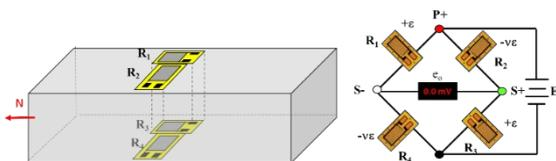

Figura 11.
- **Sforzo Normale.** Per misurare uno Sforzo Normale  $N$  (di Trazione e/o Compressione) viene usata la configurazione a ponte intero con due estensimetri longitudinali e due estensimetri trasversali (detti anche alla Poisson) così come rappresentato nella *figura 11*: